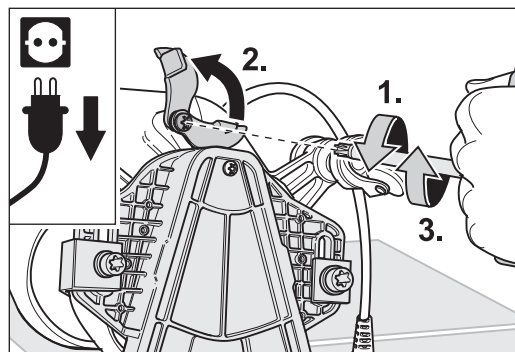

Bild 33 Lossa skruven (1.), vrid bort remspänningsplåten från tillsatsen (2.) och spänn åter skruven (3.).
- 4 Lossa remspänningsplåtens skruv med universalnyckeln (bild 33, 1.).
- 5 Vrid bort remspänningsplåten från tillsatsen (bild 33, 2.) och spänn åter fast remspänningsplåtens skruv (bild 33, 3.).